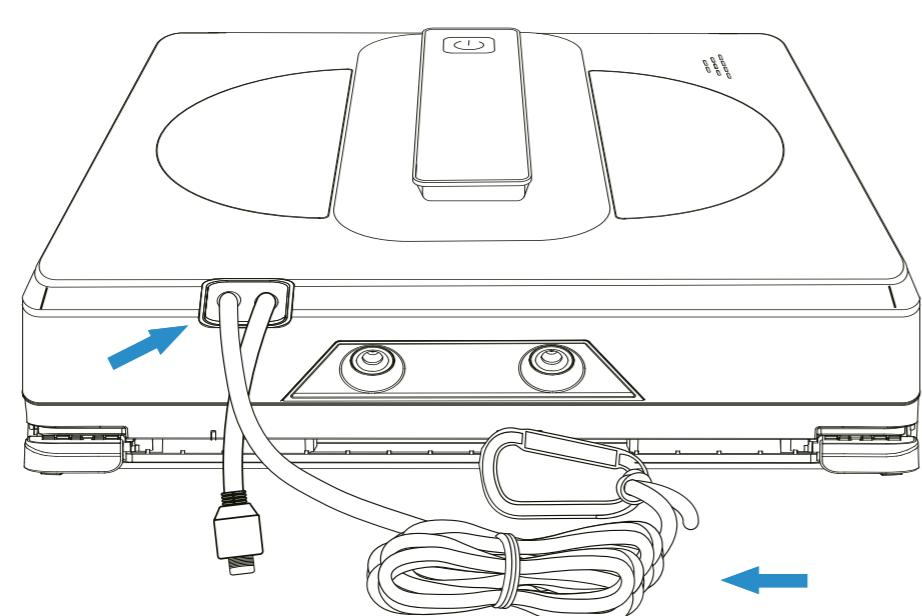

Рисунок 1
A. Убедитесь, что страховочный трос не порван и присоединен к роботу (Рисунок 1).